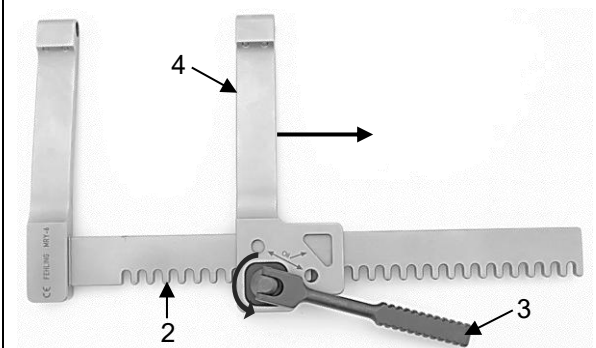

Abb. 18
Durch Drehen des Antriebshebels (3) gegen den Uhrzeigersinn den beweglichen Spreizerarm (4) auf der Zahnstange (2) nach außen transportieren, bis er sich abnehmen lässt (Abb. 18).